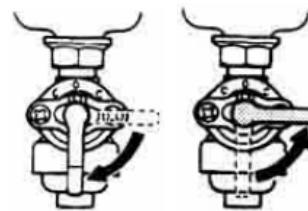

Рис. 3.      Рис. 4.
5.6.2. Открыть топливный кран, расположенный на нижней поверхности топливного бака (рис. 3), в соответствии с маркировкой на баке.